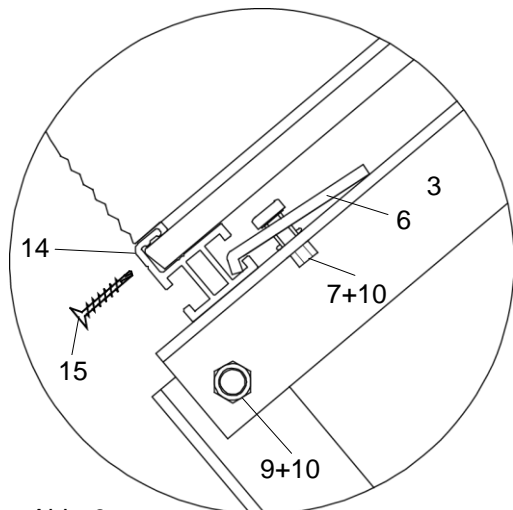

Abb. 6
7. Fixieren Sie das Befestigungsprofil (14) unten mit den Spannklemmen (6), den Torbandschrauben (7) und Sperrzahnmuttern (10) am Schrägteil in den dafür vorgesehenen Bohrungen (Abb. 6).
8. Die Trägerplatte (1) wird nun mit ausreichend Kies beschwert. Der Abstand zwischen Auflageprofil unten (Kollektorunterkante) und Kiesschüttung muss mindestens 15 cm betragen, um die einwandfreie Belüftung der Kollektoren zu garantieren. Die Kollektoren sind mit einer Kiesschüttung von mind. 10 cm oder einer *der Statik genügenden Höhe* zu beschweren (Kies mit Körnung 16/32, Rohdichte 1.800 kg/m³). **Insbesondere sind die Normen EN 1991-1, DIN 1055 bzw. ÖNORM M7778 zu berücksichtigen (statische Berechnung)!**
9. Legen Sie die Kollektoren auf das untere Befestigungsprofil (14). Schieben Sie das obere Befestigungsprofil in die am Kollektor dafür vorgesehene Nut (Abb. 6 + 7). Die hydraulische Verbindung zwischen den einzelnen Kollektoren erfolgt über die Anschlussverschraubung (bereits am Kollektor vormontiert). Ziehen Sie diese mittels 2 Gabelschlüssel fest, um den richtigen Abstand zwischen den Kollektoren zu erhalten.